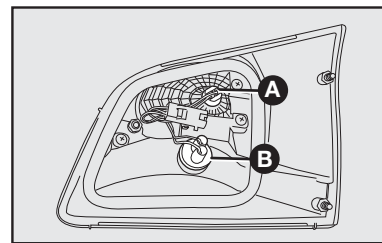

fig. 43
**A-fig. 43:** Luz de posição traseira.
**B-fig. 43:** Luz de marcha a ré.
2) Para substituir a lâmpada da luz de posição, puxar o porta-lâmpada **A-fig. 43** e puxar a lâmpada fixada a pressão. Em seguida, substituir a lâmpada e recolocar o porta-lâmpada.
3) Para substituir a lâmpada da luz de marcha a ré, girar no sentido anti-horário o porta-lâmpada **B-fig. 43** e puxar a lâmpada fixada a pressão. Em seguida, substituir a lâmpada e recolocar o porta-lâmpada, girando-o no sentido horário.